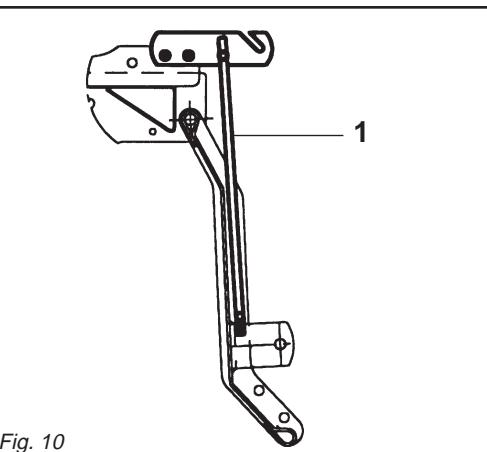

Fig. 10
**Mod. AL:** In fase di lavoro bisogna togliere l'asta (1 Fig. 10).
**Mod. AL:** When the machine is operating rod (1 Fig. 10) should be removed.
**Mod. AL:** Bei der Arbeit ist die Stange (1 Abb. 10) zu entfernen.
**Mod. AL:** Pendant le travail il faut enlever la barre (1 Fig. 10).
**Mod. AL:** En fase de trabajo es necesario quitar la barra (1 Fig. 10).